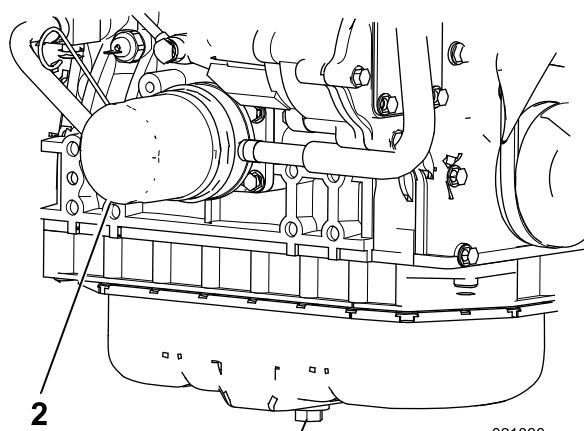

図 66
1. ドレンプラグ図 66を外してオイルを容器に回収する。オイルが完全に抜けたらドレンプラグを取り付ける。
2. オイルフィルタ図 66を外す。新しいフィルタのシールに薄くエンジンオイルを塗って取り付ける。締めすぎないように注意すること。